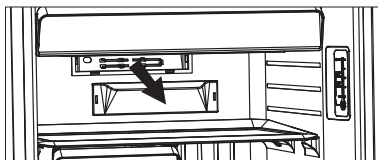

Fig.8
3. El led ubicado dentro de la caja debe desconectarse y reemplazarse por uno de las mismas características. Ver fig.8